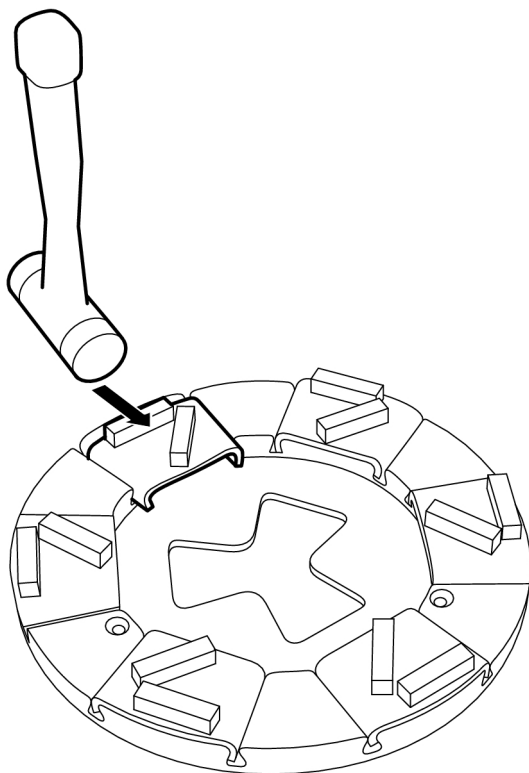

Figura 4-5. Rimozione dell'utensile di levigatura
1. Rimuovere l'utensile di levigatura battendo qualche colpo con un mazzuolo in gomma per sbloccarlo, vedere Figura 4-5, pagina 19. Sollevare quindi l'utensile estraendolo dalla scanalatura guida.